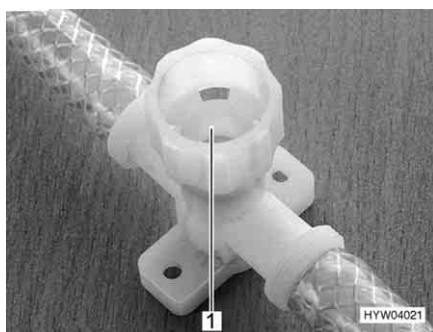

Fig. 96 Rubinetto di scarico per scaldacqua
- Chiudere il rubinetto di scarico. Ruotare il coperchio (Fig. 96,1) in senso orario.
- Aprire il rubinetto di scarico dello scaldacqua. A tal fine ruotare il coperchio (Fig. 96,1) in senso antiorario.